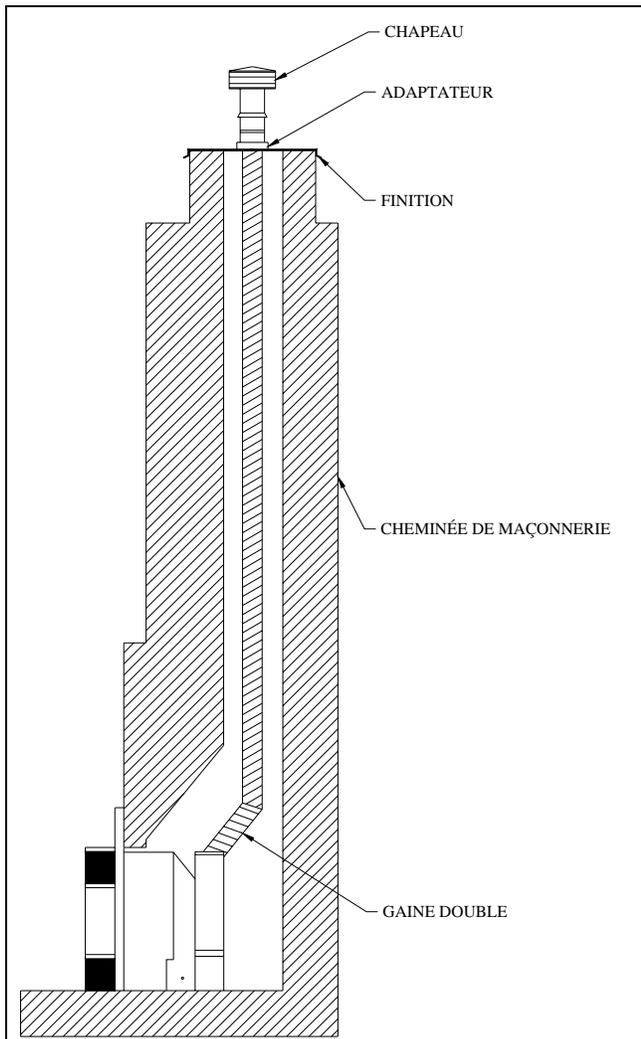

Figure 9a
L'encastable doit être raccordé à deux (2) gaines de 3" approuvées pour l'évacuation des produits de combustion du gaz. Les gaines doivent parcourir à l'intérieur de la cheminée de maçonnerie ou de la cheminée pré-fabriquée, de l'adaptateur d'évent sur l'encastable jusqu'à la sortie à l'extérieur (Figures 9a, 9b et 10).
Les figures 9a et 9b ci dessous montrent une installation complète dans une cheminée de maçonnerie et dans une cheminée pré-fabriquée.